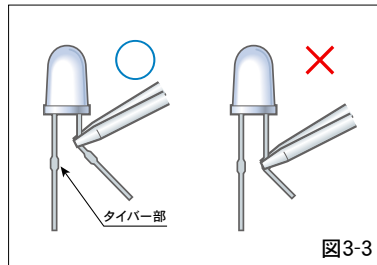

図3-3
- ③リードのタイバー部でのフォーミングは、安定したフォーミング形状を形成できない可能性があるため、タイバー部を避けてフォーミングすることをお奨めします。（図3-3）